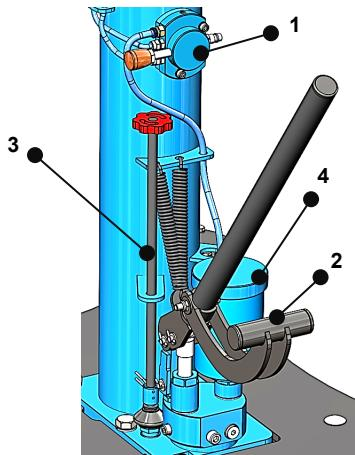
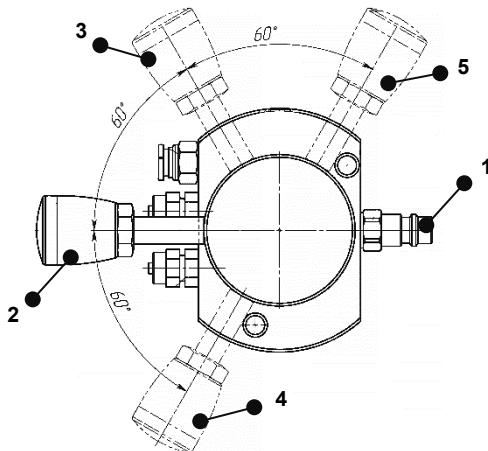

Рис.1 (для модели РП)
Рис.2 (для модели П, РП)
5.1 Присоедините пневмошланг линии сжатого воздуха к штуцеру пневмораспределителя (Рис.1 поз.1, Рис.2 поз.1). Рабочее давление линии сж. воздуха 6-10 бар.
5.2 Убедитесь, что клапан сброса давления (Рис.1 поз.3) закрыт (по ЧС). Для быстрого подвода штока, переместите ручку распределителя из нейтрального положения 2 в положение 3 (Рис. 2). Достигнув нагрузки верните ручку в нейтральное положение 2 (Рис.2).
5.3 При помощи ручного (ножного) насоса (Рис.1 поз.2) осуществите подъём транспортного средства или иного груза. При наличии пневмогидравлического двигателя (Рис.1 поз.4) подъём под нагрузкой может осуществляться перемещением ручки распределителя из положения 2 в положение 5 (Рис. 2), достигнув нужной высоты переведите ручку распределителя в нейтральное положение 2 (Рис. 2).
5.4 Для возврата штока откройте клапан сброса давления против ЧС (Рис.1 поз.3) и переместите ручку распределителя из положения 2 в положение 4 (Рис.2). После полного возврата штока переведите ручку распределителя в нейтральное положение 2 (Рис.2) и отключите подъёмник от линии сжатого воздуха.